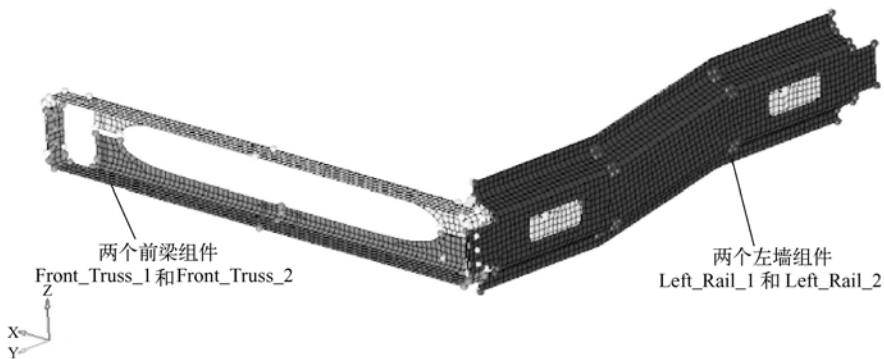

图 6-48 通过对 connector 的复制映射操作焊接两个前支架
- (1) 在 Model Browser 中，确认对象选择选项已设置为 Elements and Geometry (🔍)。
- (2) 右键单击 `assem_4`，在弹出菜单中选择 Isolate，结果如图 6-48 所示。